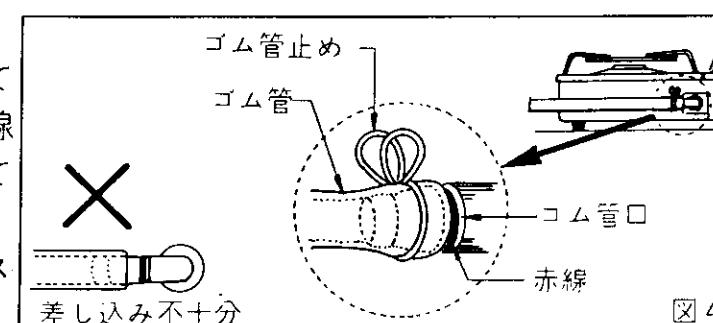

図4
- (1)ゴム管はガス用ゴム管を用い、折れたり、ねじれたりしないよう、できるだけ短かく（2m以内で適当にゆとりをもたせる）、また器具の下を通したり、器具に触れないようにしてください。
- (2)ゴム管は、ゴム管口にごみなどが付着していないことを確かめてからゴム管口の赤線まで差し込み、ゴム管止めで確実にとめてください。（図4）